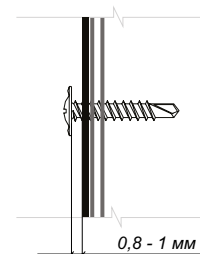

Рис. 18
■ Прижмите панель к обрешетке и закрепите саморезами. Прикручивайте панель от центра к краям. Не крепите сайдинг слишком плотно. Оставьте расстояние примерно 0,8-1 мм между нижним краем шляпки самореза и панелью так, чтобы она имела свободный ход по горизонтали (рис. 18).